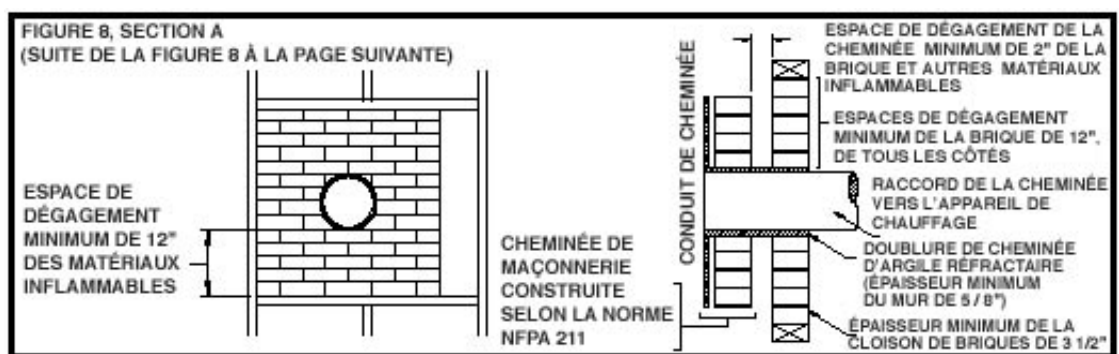

Figure 8, section A
1. Se servir d'un mur de briques encadré de 3/2 po d'épaisseur minimum à l'intérieur du mur inflammable. Une doublure d'argile réfractaire (norme ASTM C315 ou l'équivalent) comportant une épaisseur de mur minimum de 5/8 po doit être utilisée et être installée à au moins 12 po de tout matériaux pouvant prendre feu. Le diamètre intérieur de la doublure d'argile réfractaire doit être ajusté de façon à s'adapter parfaitement à un tuyau de raccord de cheminée de 6 po de diamètre. La doublure d'argile réfractaire doit aller de la surface extérieure du mur de briques jusqu'à la surface interne du conduit de cheminée sans la dépasser et doit être collée fermement en place. Voir la figure 8, section A.